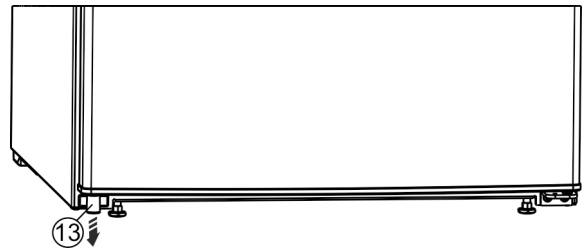

Fig. 5
- ▶ Võtke distantsdetail Fig. 5 (13) all vasakul uksest välja.